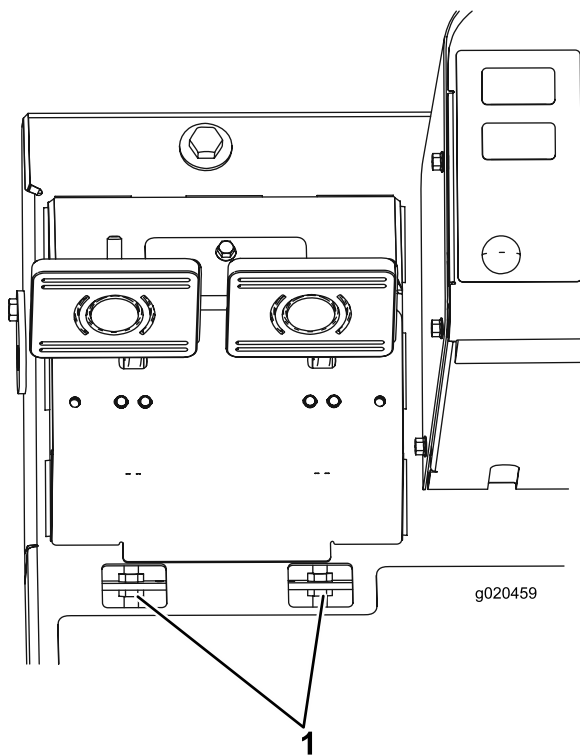

Figura 94
- B. Desaperte a porca dianteira na extremidade roscada do cabo do travão (Figura 94).